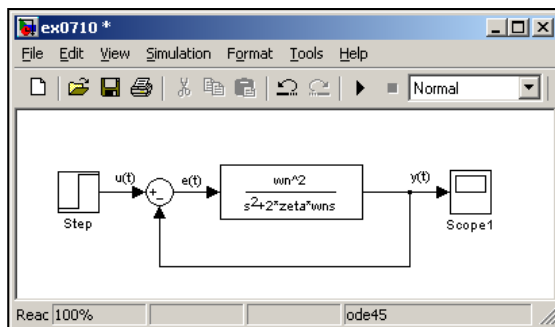

图 7.46 二阶系统模型
(1) 创建模型，并将系统的阻尼系数用变量  $\zeta$  表示，无阻尼频率用变量  $\omega_n$  表示，如图 7.46 所示。